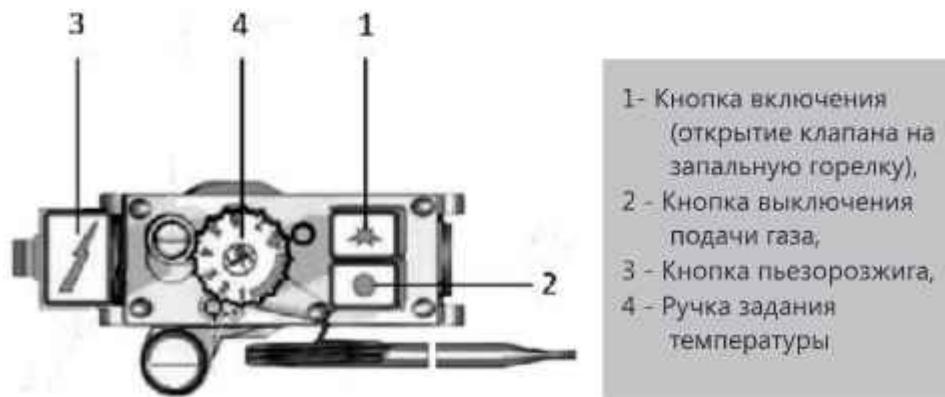

Рисунок 9. Элементы управления на газовом блоке 710 MINISIT.
- Установить ручку задания температуры по часовой стрелке в положение «Отключено» (см. рис.9).